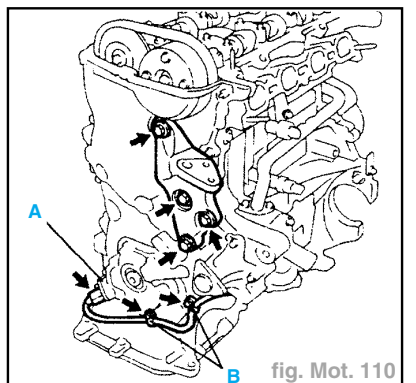

fig. Mot. 110
- Appliquer de la pâte d'étanchéité sur les filets du boulon de montage (fig. Mot. 110).